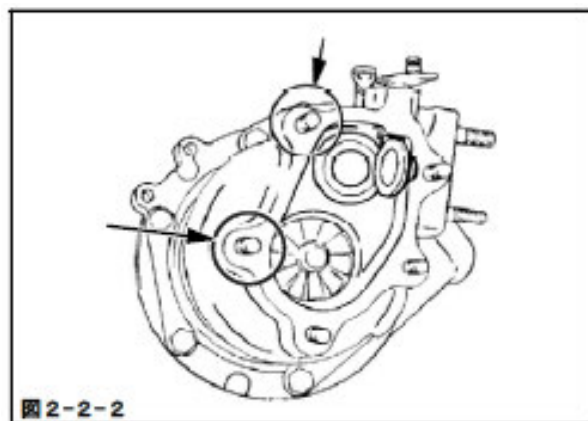

図 2-2-2
- (3) ノーマルタービンに使用するとき、図の矢印部のスタッドボルトをスタッドボルト M8_10-7-14 に付換えてください。(図 2-2-2) (P21×2)